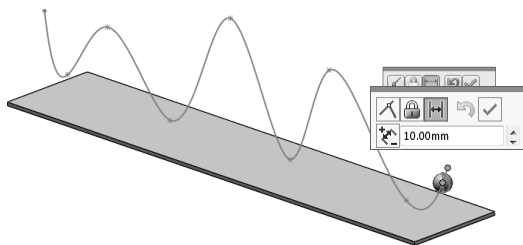

图 11-15 定义距离配合关系
STEP 2 添加“距离”配合关系，定义球中心点与样条曲线之间的距离为“10mm”，如图 11-15 所示。